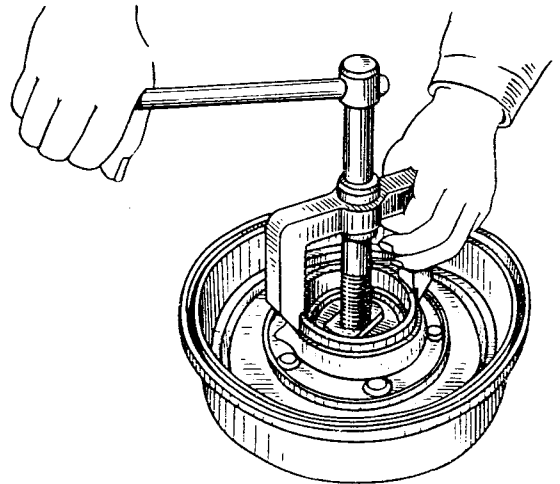

Bild 166. Auspressen des Außenringes des Radnabeninnenlagers
1. Außenring des Innenlagers mit einem Spezialabzieher auspressen (Bild 166). Gleichzeitig mit dem Außenring wird die Dichtung mit Druckscheibe und Innenring dieses Lagers ausgepresst. Diese Arbeitsoperation ist mit Vorsicht auszuführen, um die Dichtung nicht zu beschädigen.